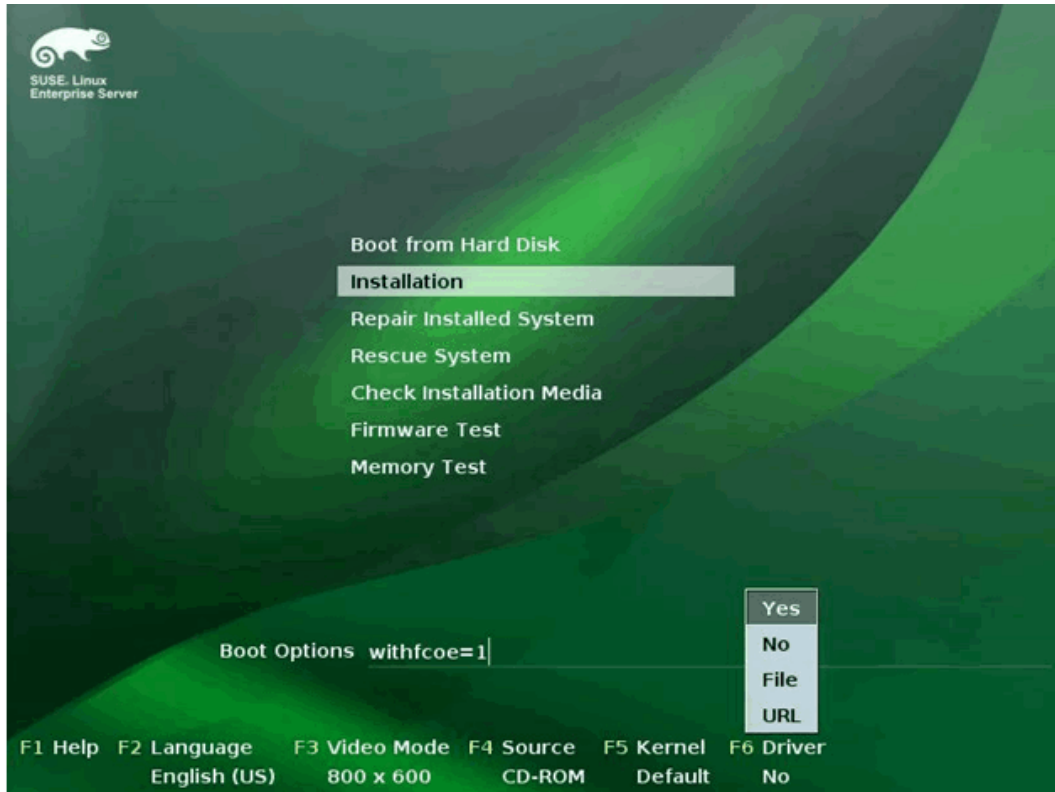

Ilustración 13-11. Inicio de la instalación SLES
- e. Haga clic en **Installation** (Instalación) para continuar (Ilustración 13-11).